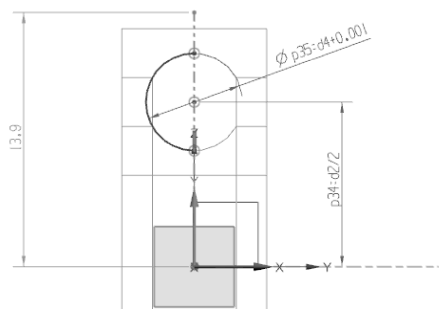

图 6-23 绘制草图
- 06 同理，选择【回转】命令，选择 YZ 基准平面为草图平面，进入草绘模式，绘制如图 6-23 所示的草图。